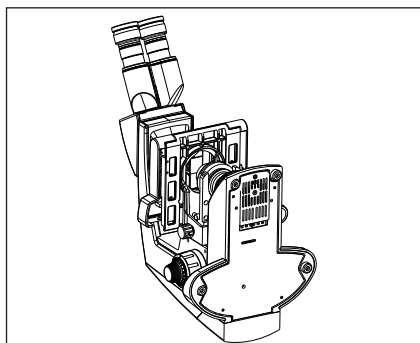

Fig. 1
- 2 Para evitar posibles accidentes por descargas eléctricas al reemplazar la bombilla de halógena o LED, apague primero el microscopio moviendo el interruptor principal hasta la posición OFF (Apagado) y desconecte el cable eléctrico de la red. Siempre que cambie la bombilla del microscopio, permita que el porta bombillas y la bombilla se enfríen primero antes de tocarlo (Fig. 1)